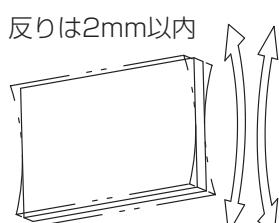

図1-1
- ※重要：反りやねじれは2mm以内で、四隅が直角に出来ている扉を使用してください (図1-1、1-2)。